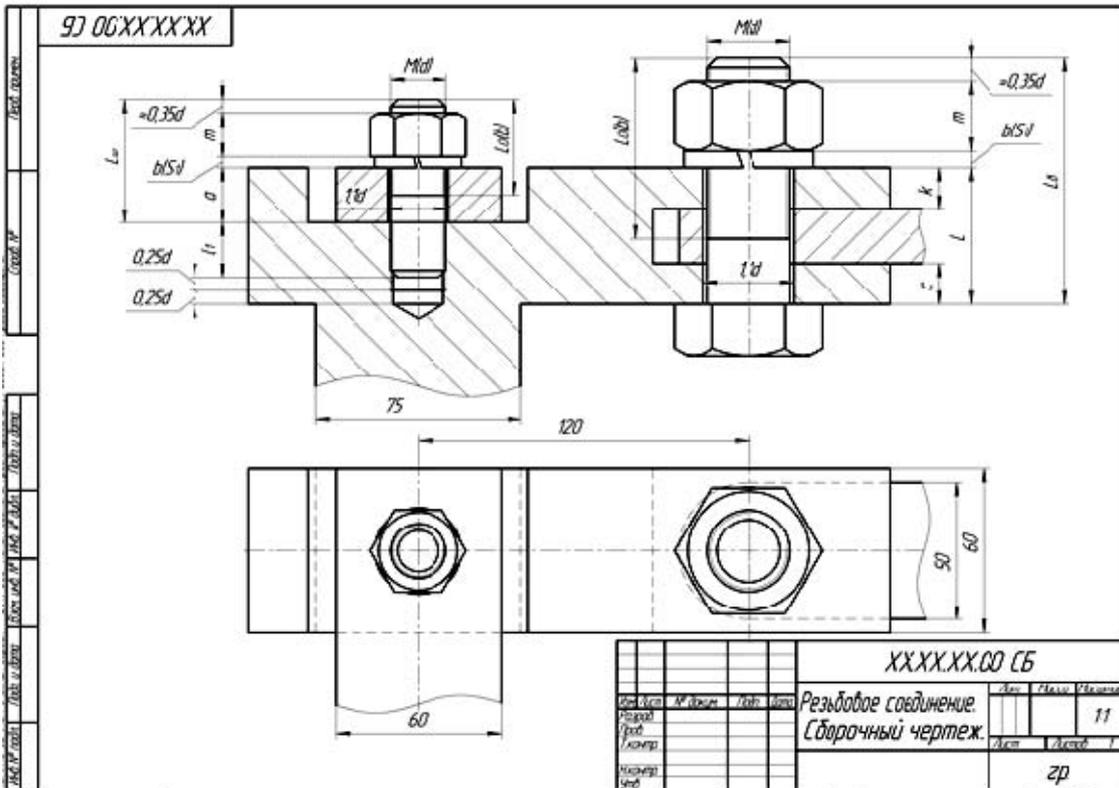

Рисунок 5.8 – Расчет параметров
- 3) вычертите по размерам условие задания, где d – диаметр резьбы (рисунок 5.8);
4) по заданным диаметрам резьбы рассчитайте длины крепежных изделий (рисунок 5.8);